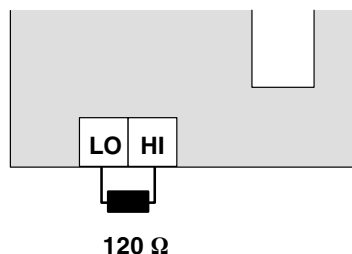

Fig. 7-6 Módulo CAN
- no módulo CAN do último conversor de frequência (fig. 7-6)